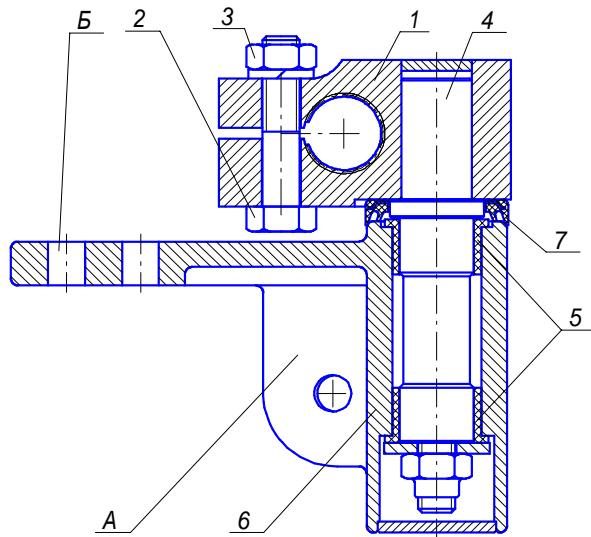
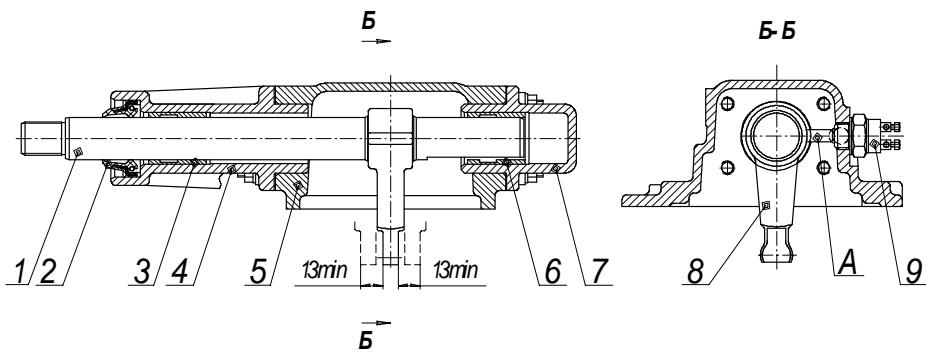

Рис. 4. Транслятор
Рис.5. Опора
**1.4. Транслятор** (рис. 4) установлен на валу опоры рычага переключения передач и предназначен для преобразования возвратно-поступательного движения каната троса во вращение и перемещение вала переключателя передач.
**1.5. Опора рычага переключения передач** (рис.5) состоит из алюминиевого корпуса 5, удлинителя 4, крышки 7, вала 1 с рычагом 8. Вал может вращаться и перемещаться в осевом направлении в подшипниках скольжения 3 и 6. Со стороны привода вал уплотнен манжетой 2. Рычаг 8 закреплен на вале 1 и при осевом перемещении вала своей концевой частью входит в паз головки одного из трех штоков КПП. При повороте вала 1 шток перемещается и закрепленной на нем вилкой передвигает каретку синхронизатора, включая соответствующую передачу.
**3.3 НЕОБХОДИМО ОБРАТИТЬ ВНИМАНИЕ** на затяжку болтового соединения 2 и 3 (рис. 4), фиксирующего шлицевой корпус транслятора на валу опоры КПП.
Допускается применение самоконтрящейся гайки в болтовом соединении 2 и 3 (рис. 4).
**3.6 При проведении ТО** необходимо обратить внимание на целостность уплотнительных манжет транслятора (рис.4, поз.7) и опоры рычага переключения передач (рис.5, поз.2).